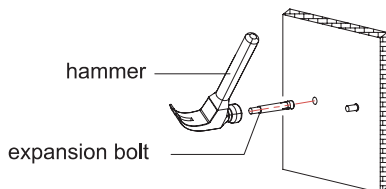

Figure 3
3. Frappez les boulons d'expansion dans chaque trou avec un marteau. (Figure 3)